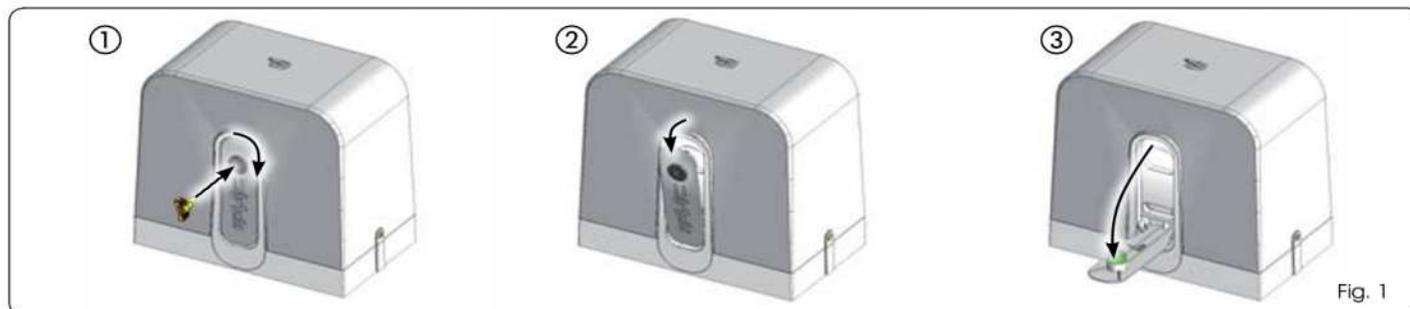

Fig. 1
1. gire el desbloqueo hacia la derecha, de la manera indicada en la Fig. 1 ref. ①. La palanca de desbloqueo se alejará ligeramente del operador (Fig. 1 ref. ②).
2. Baje por completo la palanca de desbloqueo hasta el tope mecánico, (Fig. 1 ref. ③).